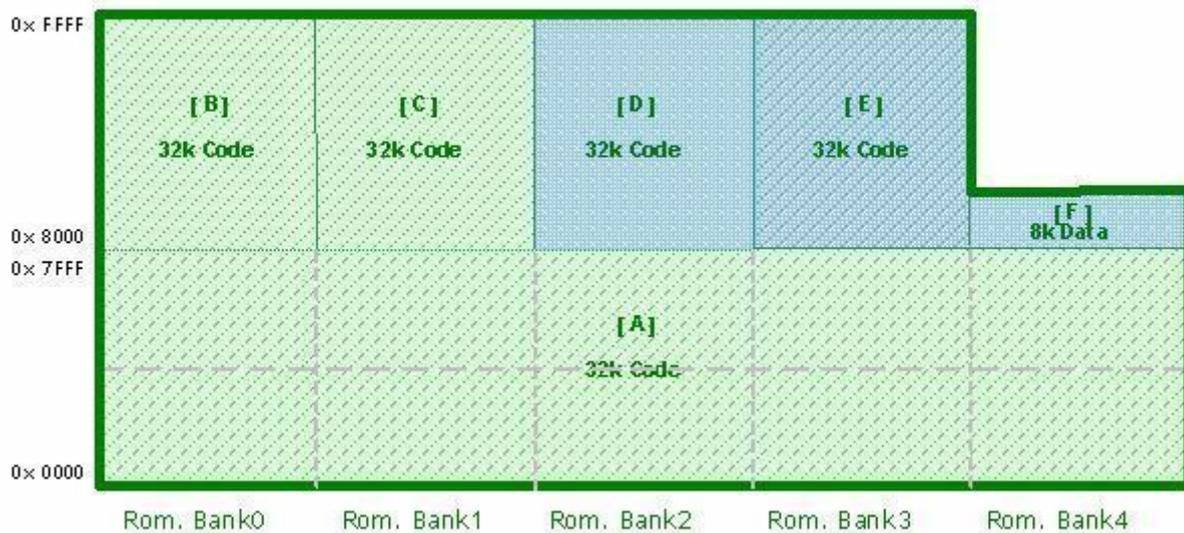

图 4-1 Rom Bank Assignment Map
- 2、ROM Map映射如图 4-1 Rom Bank Assignment Map, 将 168K FLASH分为A、B、C、D、E、F六个区域, 其中绿色区域是固定的程序存储器, 蓝色区域既可以当程序存储器使用也可以当数据存储器使用。